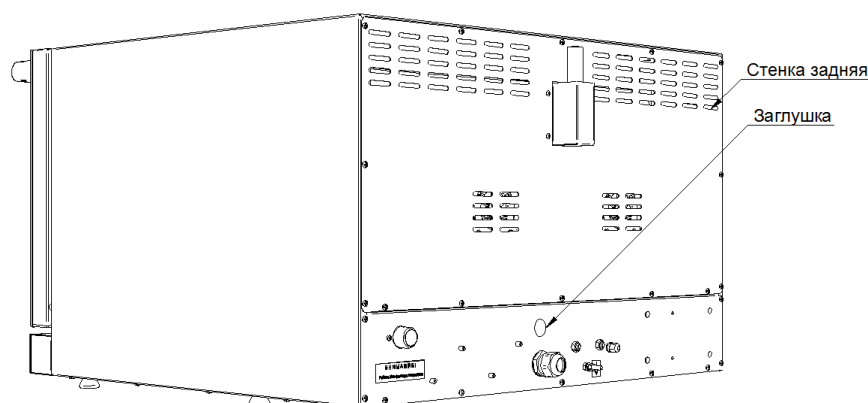

Рисунок 4
2. Снять стенку заднюю (верхнюю) конвекционной печи, открутив крепеж (см. Рисунок 4);
3. На задней стенке (нижней) конвекционной печи снять заглушку (см. Рисунок 4) и в отверстие установить гермовод PG11 из комплекта зонта. Пропустить через гермовод PG11 шнур питания из комплекта зонта.